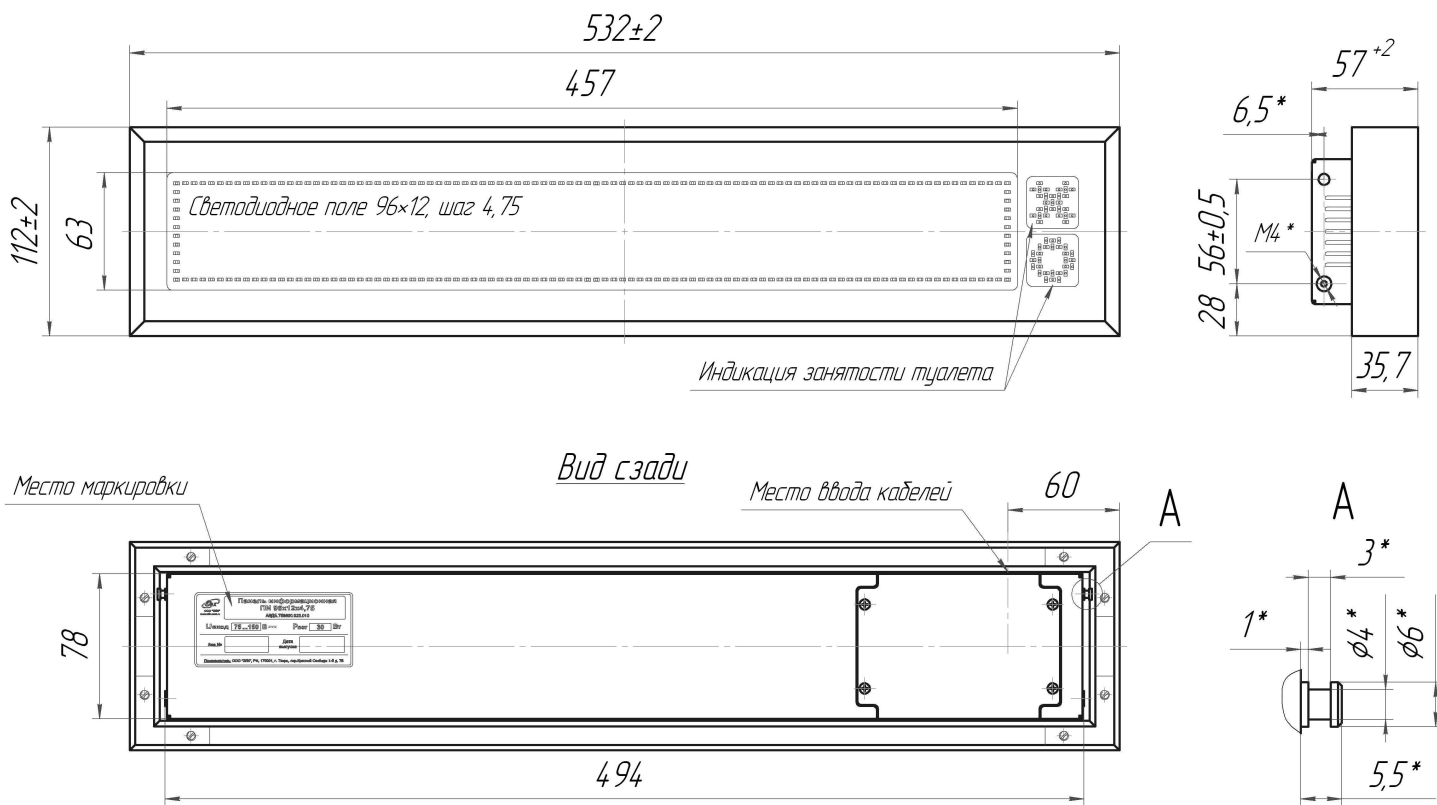

Рис.1 Габаритные размеры ПИ 96x12x4.75
4.3.2 На светодиодной матрице может отображаться как текстовая, так и графическая информация. Справа от светодиодного поля отображается информация о занятости туалетов в соответствующем конце вагона, символами «○»- свободно и «✕» - занято (см. рис.1). При отсутствии данных из локальной вагонной сети ЛВС на панели отображается только номер вагона.